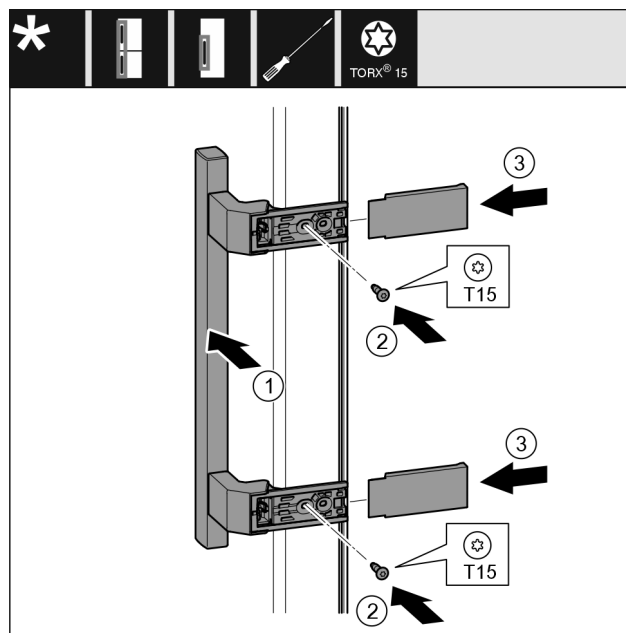

Fig. 22
- Nasad'te madlo Fig. 22 (1) na protilehlé straně.
- Šroubovákem šrouby Fig. 22 (2) pevně utáhněte.
- Kryty Fig. 22 (3) bočně nasad'te a nasuňte.